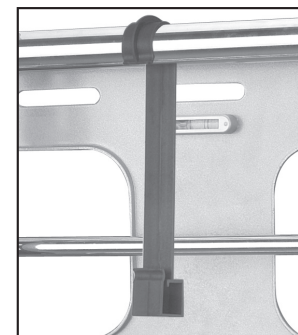

Fig. 2
7. Fije el control del cable al centro del travesaño superior (Fig. 2).